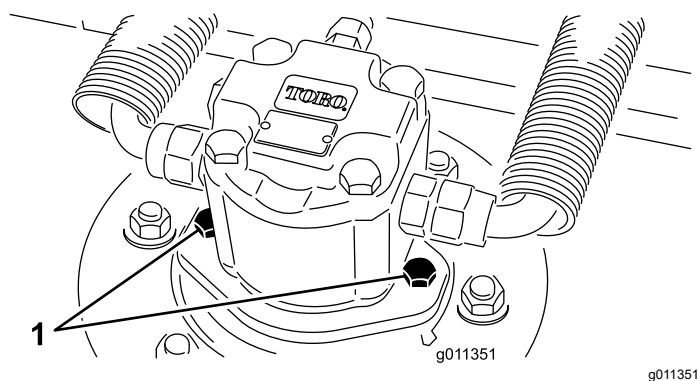

図 10
2. デッキから油圧モータを外す 図 10。異物がつかないように、スピンドル上部にはカバーを掛けておく。
4. デッキに油圧モータを取り付ける 図 10。Oリングを忘れずに、また、損傷させないように注意して取り付ける。